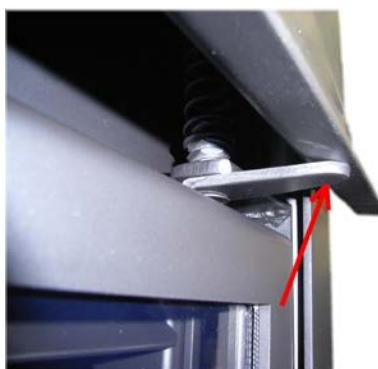

Рисунок 4.
**ВНИМАНИЕ!** В каминных топках имеющих механизм подъема дверцы вверх, обязательно зафиксируйте противовесы, вытянув предохранительные пластины в верхних углах дверной рамки, перед открытием дверцы в сторону для чистки стекла! (см. рисунок 4)